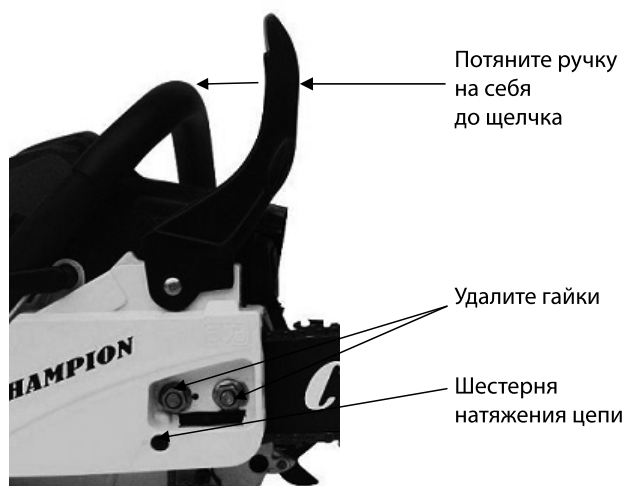

Рис.3
1. Перед установкой шины и цепи убедитесь в том, что тормоз цепи находится в расторможенном положении. Для этого потяните ручку тормоза на себя в сторону передней рукоятки до щелчка.(рис.3)
2. Ослабьте гайки и используя отвертку, крутите шестерню натяжения цепи (14) против часовой стрелки до тех пор, пока палец натяжения цепи не выкрутится в крайнее левое положение.